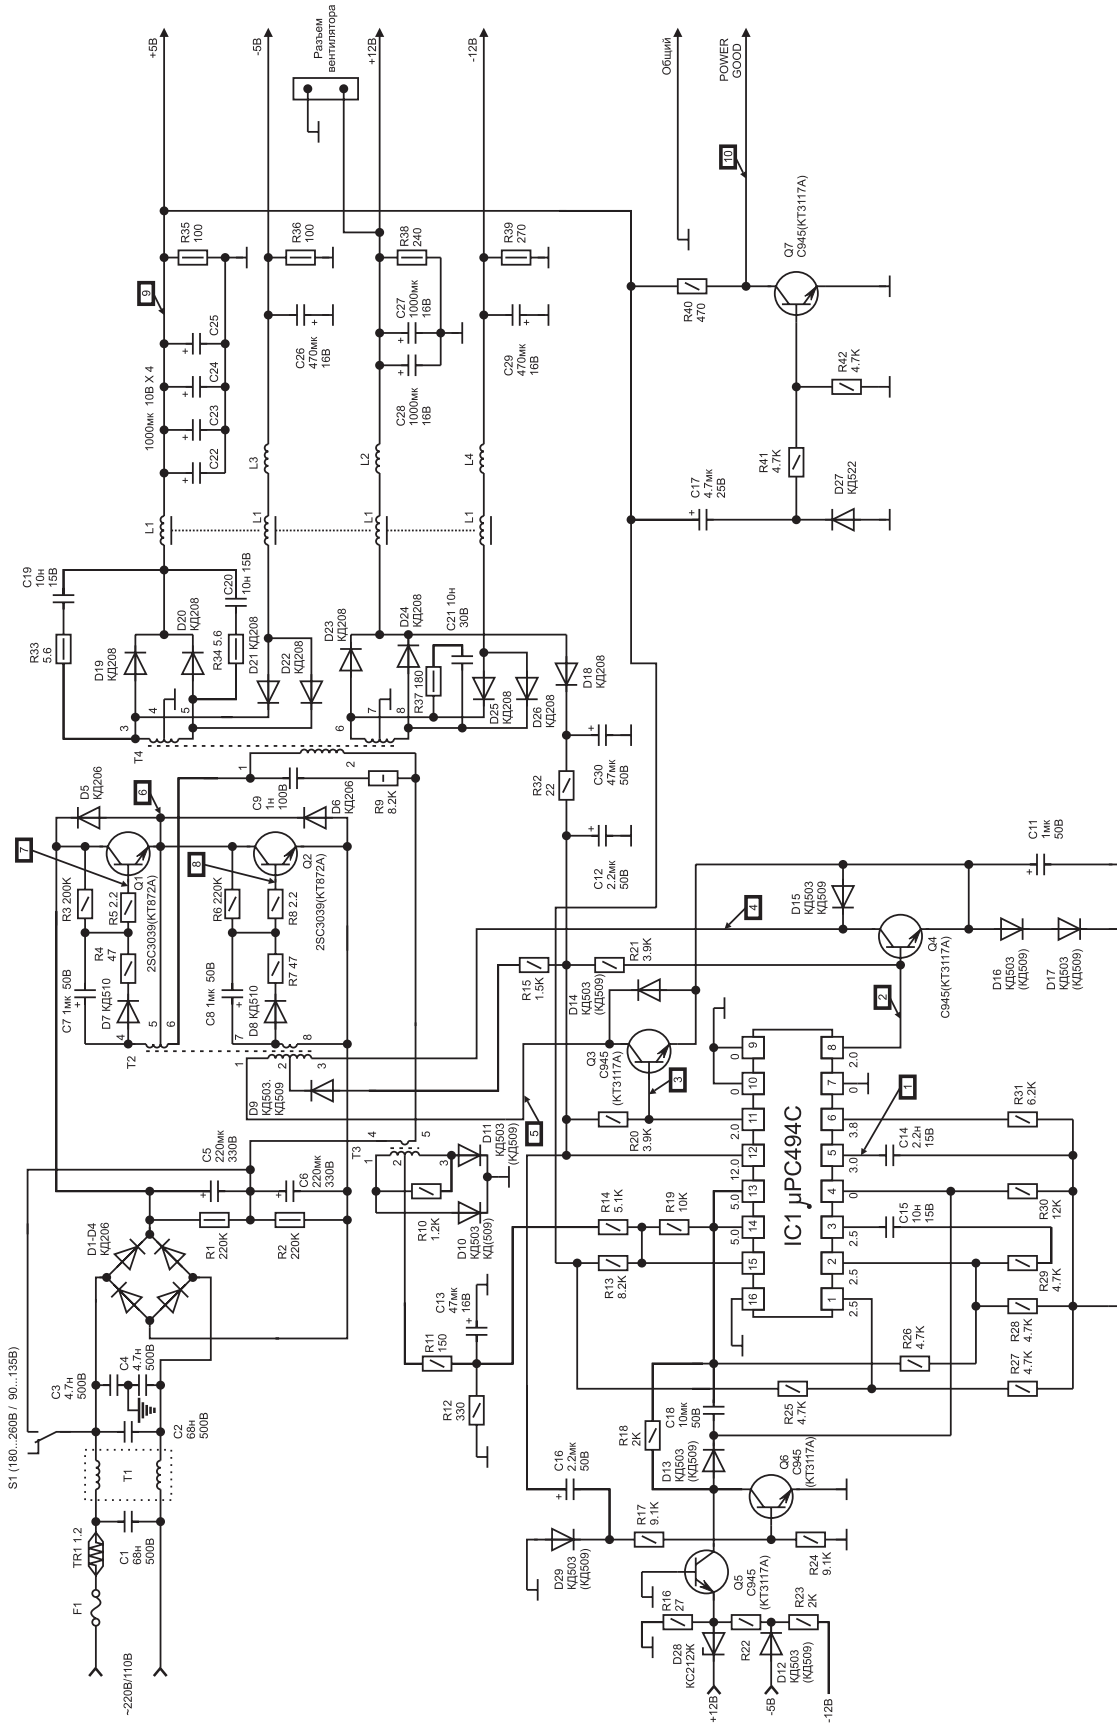
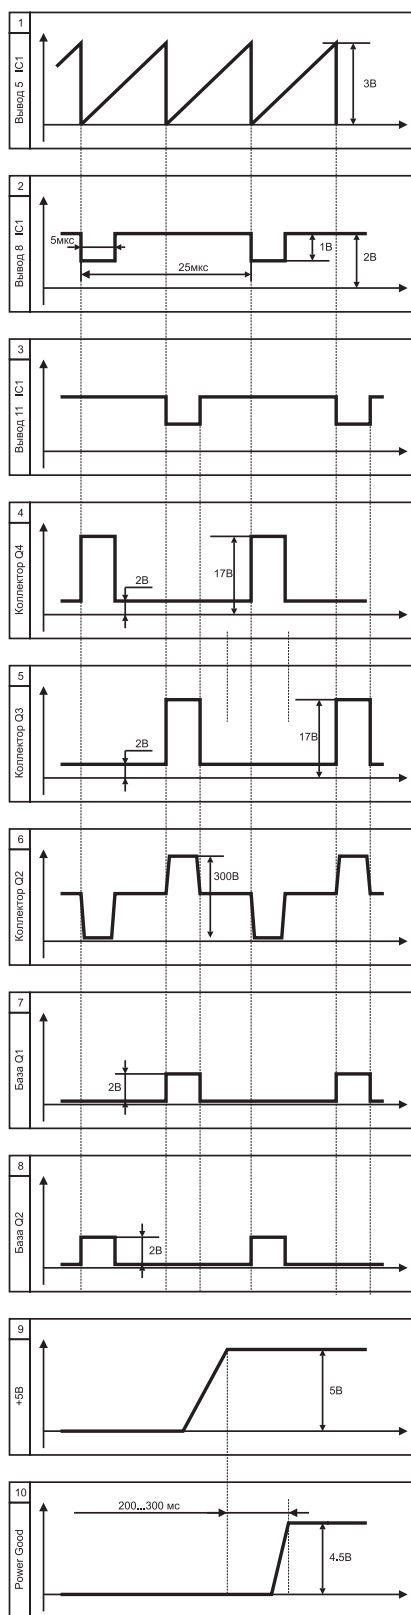
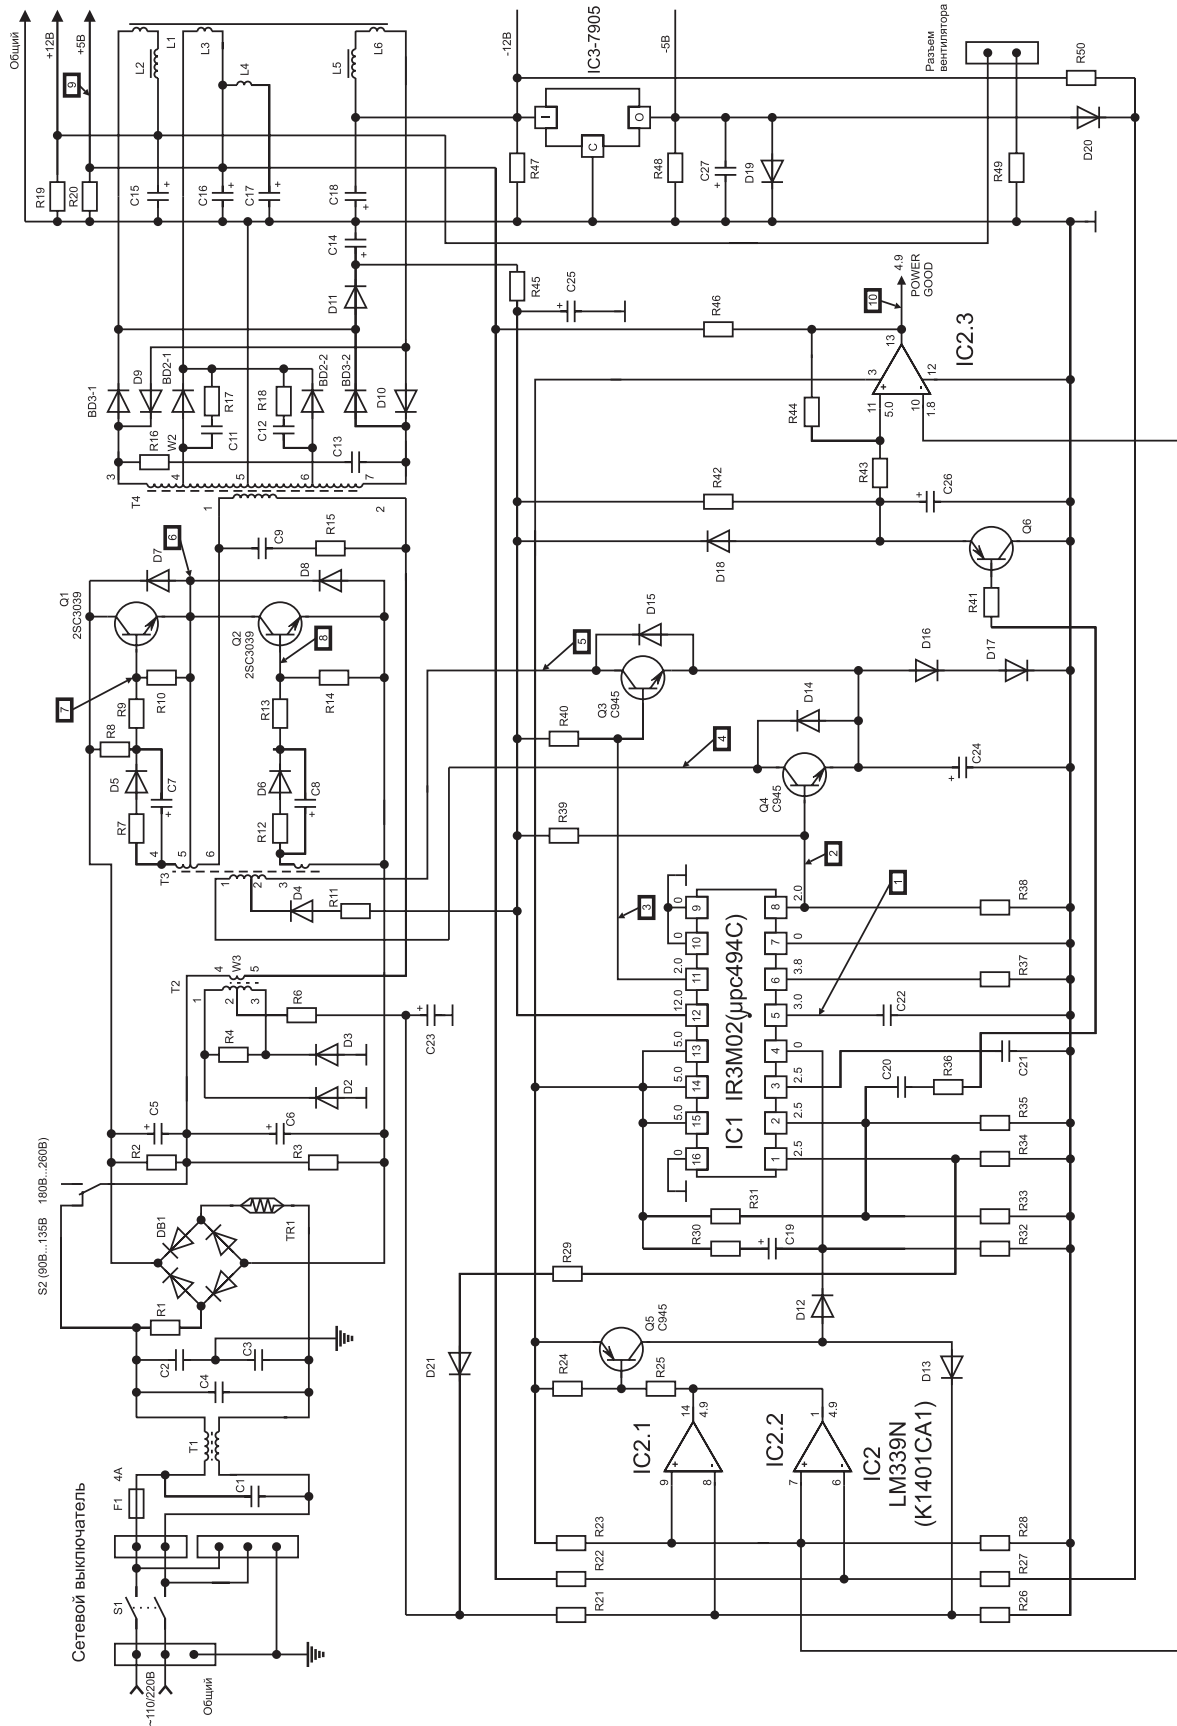

Рис. 1
Рис. 2
Рис.3
ставлена на рис.1. Осциллограммы сигналов, снятые в контрольных точках 1—10 (см. рис. 1), представлены на рис.2. Необходимо отметить, что сигналы в контрольных точках 6—8 сняты относительно эмиттера транзистора Q2, а сигналы в контрольных точках 1-5, 9-10 — относительно общего провода.
Источник питания формирует стабилизированные напряжения +12, -12, +5, -5В и логический сигнал POWER GOOD, необходимые для работы устройств ПК. В его состав входят (см. рис. 1):
**Возможные причины:** неисправны элементы сетевого фильтра С1-С4, Т1 (см. рис. 1), неисправны диоды D1-D4, фильтрующие конденсаторы С5, С6, неисправны элементы схемы двухтактного преобразователя.
**Возможные причины:** неисправны элементы в цепи питания транзисторов Q1, Q2 (см. рис. 1), элементы преобразователя или микросхема управления преобразователем IC1, а также элементы R25-R31, С14, С15.
**Способ устранения.** Включают ИП и вольтметром проверяют наличие напряжения +300 В на коллекторе транзистора Q1. Если его нет, проверяют исправность элементов TR1, Т1, D1-D4. Чаще всего выходит из строя терморезистор TR1. Если напряжение +300 В есть, а сигнал на эмиттере транзистора Q1 в соответствии с осц. 5 (см. рис. 2) отсутствует, то проверяют исправность транзисторов Q1, Q2 и элементов С11, D14-D17, а также трансформаторов Т2, Т3, Т4. Если элементы исправны, то проверяют исправность микросхемы управления преобразователем IC1 по следующей методике.
■ Проверяют наличие пилообразных импульсов на выв. 5 микросхемы (рис. 2, осц. 1). Если сигнала нет или его форма не соответствует осц. 1, то проверяют исправность элементов С14, R31. Если они исправны — заменяют микросхему.
**Способ устранения.** С помощью осциллографа проверяют наличие высокого уровня сигнала POWER GOOD на коллекторе Q7 (см. рис. 1) и на соответствующем контакте разъема материнской платы, а также соответствие временных параметров сигнала (рис. 2, осц. 9, 10). Если сигнала нет, проверяют исправность транзистора Q7 и элементы C17, D27, R40-R42. Чаще всего выходит из строя конденсатор C17.
саторы C5, C6 (см. рис. 1), неисправны конденсаторы фильтра одного из каналов ИП или преобразователь на транзисторах Q1, Q2 работает в одноканальном режиме.
**Способ устранения.** Вольтметром измеряют выходные напряжения каналов ИП. Если они завышены или занижены, проверяют режим микросхемы IC1 по постоянному току. Если есть отклонения, проверяют исправность элементов C22, R13, R19, R26-R31. Если они исправны, то заменяют микросхему. Максимальное значение амплитуды пульсаций источников напряжений +5, -5 В составляет 100 мВ, а источников +12 В, -12 В — 250 мВ. Если пульсации превышают норму, то проверяют методом замены на исправные конденсаторы C5, C6. Если пульсации наблюдаются только по одному из каналов, проверяют исправность соответствующих фильтрующих конденсаторов, а также элементов R33, C19, R34, C20, R37, C21. Если ИП имеет запас по мощности, превышающий на 30...40% потребляемую ПК, и при этом выходит из строя один из ключей Q3, Q4 (нет сигнала на коллекторе одного из ключей в соответствии с осц. 4, 5 на рис. 2), то преобразователь все равно будет работать, но в одноканальном режиме. В этом случае ПК работает неустойчиво, может включаться после нескольких попыток и самопроизвольно выключаться (срабатывает токовая защита). С помощью осциллографа проверяют работу преобразователя на транзисторах Q1, Q2 (см. осц. 6-8 на рис. 2).
токовой защиты. Микросхему IC1 проверяют так, как указано выше. Если она исправна, то проверяют исправность элементов R10-R14, R19, C13 (см. рис. 1).
Схема ИП представлена на рис. 3, а осциллограммы сигналов в контрольных точках — на рис. 2.
Возможные причины: неисправны элементы сетевого фильтра C1-C4, T1 (см. рис.3), терморезистор TR1, мост DB1 или фильтрующие конденсаторы C5, C6, элементы двухтактного преобразователя.
**Возможные причины:** неисправны элементы в цепи питания транзисторов Q1, Q2 (см. рис. 3), элементы
**Способ устранения.** Включают ИП и вольтметром проверяют наличие напряжения +300 В на коллекторе транзистора Q1. Если его нет, то проверяют исправность элементов T1, R1, TR1, DB1. Чаще всего выходит из строя терморезистор TR1. Если напряжение +300 В есть, а сигнал на эмиттере транзистора Q1 в соответствии с осц. 5 (см. рис. 2) отсутствует, то проверяют исправность транзисторов Q1, Q2, элементов R39, R40, C24, D14-D17, а также трансформаторов T2, T3, T4. Если указанные элементы исправны, проверяют микросхему управления преобразователем IC1.
**Способ устранения.** С помощью осциллографа проверяют высокий уровень сигнала POWER GOOD на выв. I3 компаратора IC2.3 (см. рис. 3) и на соответствующем контакте разъема материнской платы, а также соответствие его временных параметров (рис. 2, осц. 9, 10). Если сигнал есть, но появляется с задержкой, не соответствующей указанной на осц. 10 относительно напряжения +5 В, то проверяют исправность элементов R42, C26. Если сигнала нет, проверяют наличие напряжения +5 В на выв. I0, I1 компаратора IC2.3. Если напряжения есть, заменяют микросхему IC2. Если на выв. I1 компаратора IC2.3 низкий потенциал, проверяют исправность элементов Q6, C26.
**Возможные причины:** неисправны элементы схемы стабилизации (при этом все выходные напряжения ИП завышены или занижены), конденсаторы C5, C6 (см. рис. 3), конденсаторы фильтра одного из каналов ИП или преобразователь на транзисторах Q1, Q2 работает в однотактном режиме.
лов ИП. Если они завышены или занижены, проверяют режим микросхемы IC1 по постоянному току. Если есть отклонения, проверяют исправность ее внешних элементов. Если они исправны, то заменяют IC1. Максимальное значение амплитуды пульсаций источников питания +5, -5 В составляет 100 мВ, а источников +12, -12 В — 250 мВ. Если пульсации превышают норму, проверяют методом замены исправность конденсаторов C5, C6. Если пульсации наблюдаются только по одному из каналов — проверяют соответствующие фильтрующие конденсаторы, а также элементы R16-R18, C11-C13. Если ИП имеет запас по мощности, превышающий на 30...40% потребляемую ПК, и при этом выходит из строя один из ключей Q3, Q4 (нет сигнала на коллекторе одного из ключей в соответствии с осц. 4, 5 на рис. 2), то преобразователь все равно будет работать, но в однотактном режиме. В этом случае ПК работает неустойчиво, может включаться после нескольких попыток и самопроизвольно выключаться (срабатывает токовая защита). С помощью осциллографа проверяют преобразователь на транзисторах Q1, Q2 и убеждаются в том, что он работает в двухтактном режиме (рис. 2 осц. 6-8).
**Способ устранения.** Отключают ИП от питающей сети и омметром проверяют на отсутствие короткого замыкания выходные цепи каналов +5, +12, -12, -5 В, определяют место короткого замыкания и устраняют причину. Если короткого замыкания нет, то скорее всего неисправны элементы схемы токовой защиты. Проверяют режим компаратора IC2.2 по постоянному току, исправность элементов Q5, D13. Микросхему IC1 проверяют так, как указано выше. Если она исправна, то проверяют исправность элементов R10-R14, R19, C13 (см. рис.3).